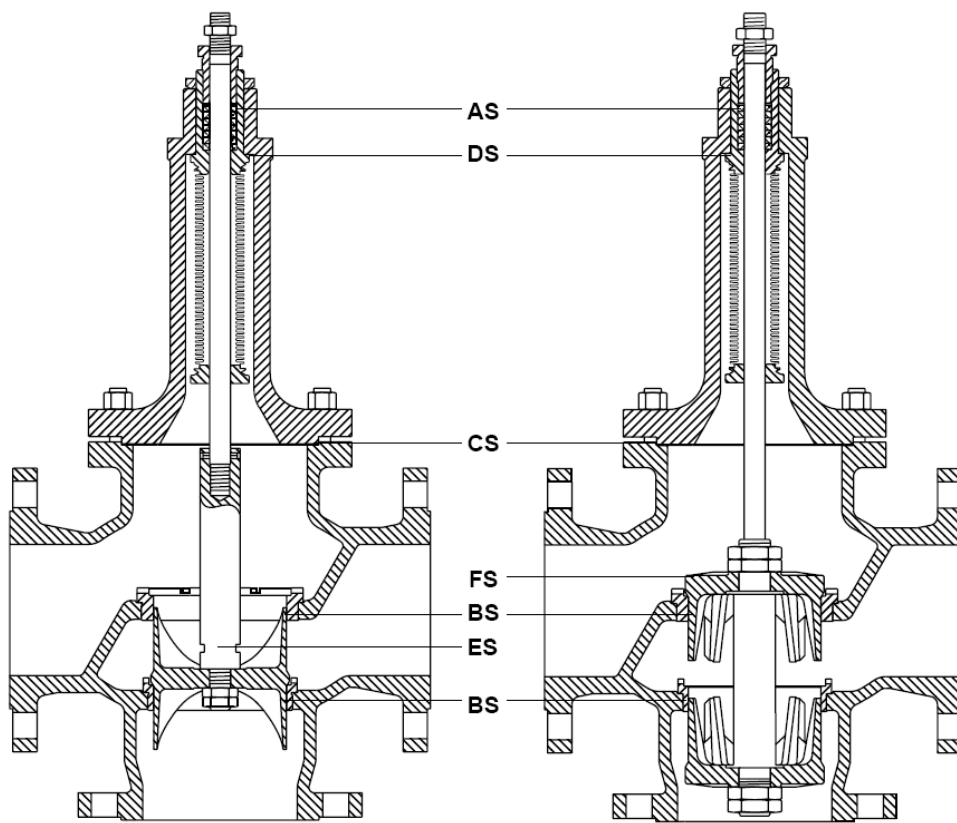

Fig. 14
5.2 Regelkleppen met balgmembraan (Fig. 14 & 15)